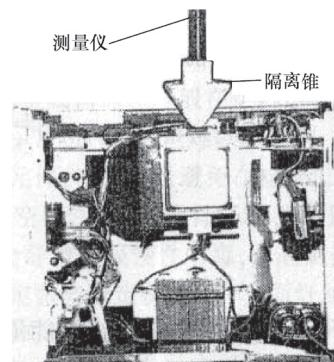

图3-37 移开外壳测量微波泄漏
5) 如前所述，用测量仪和带有隔离锥的探针测量磁控管四周区域，导风罩表面和波导管表面，如图3-37所示，但要注意避开高压电器元件，仪表读数必须小于 5mW/cm^2 。